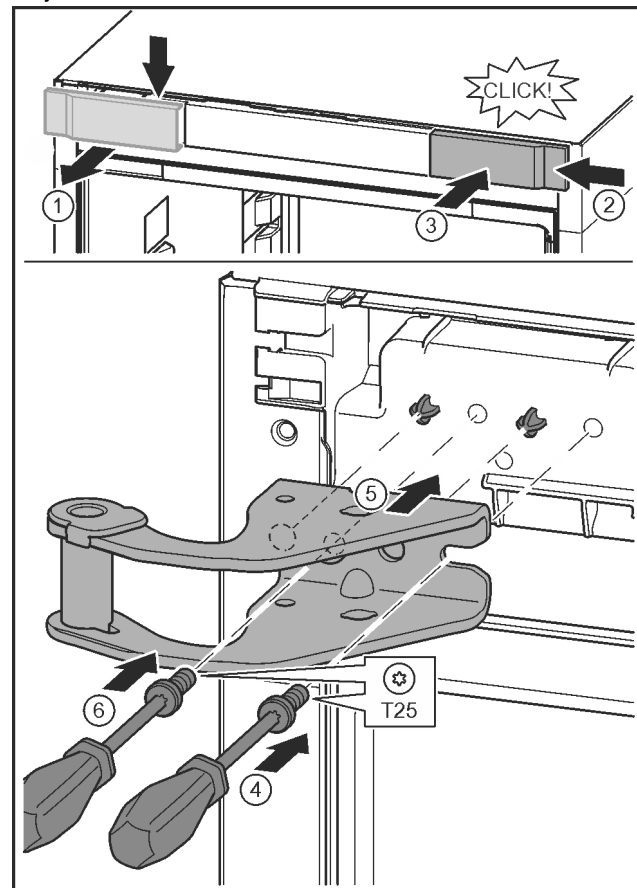

Fig. 15
- ▶ Kryt uvolněte a sejměte do strany. Fig. 15 (1)
- ▶ Kryt otočený o 180° zavěste na druhé straně zprava. Fig. 15 (2)
- ▶ Zaklapněte kryt. Fig. 15 (3)
- ▶ Šroubovákem T25 nasad'te šrouby. Fig. 15 (4)
- ▶ Nasad'te horní stojan ložiska. Fig. 15 (5)
- ▶ Utáhněte šroub. Fig. 15 (4)
- ▶ Šroubovákem T25 vložte šroub a utáhněte. Fig. 15 (6)